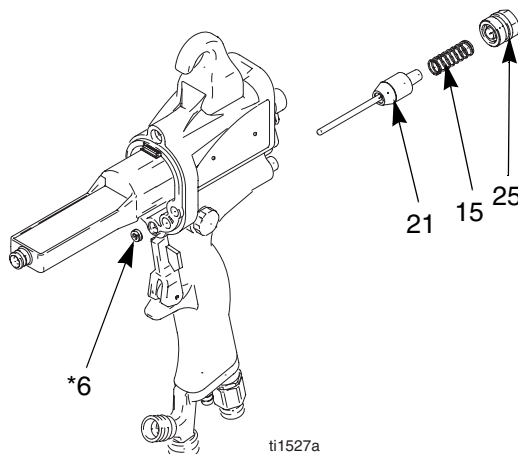

Fig. 20 Vanne pneumatique
3. Séparer le chapeau de la vanne d'air (25) de la crosse (17). Retirer le ressort (15). Voir Fig. 20.